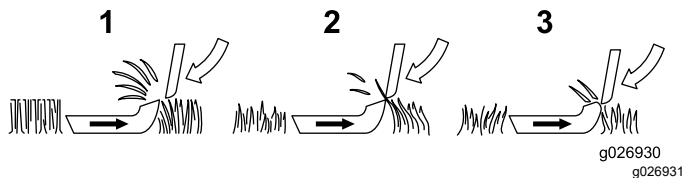

Bild 8
1. **Untermesser/Spindelkontakt (Bild 8):** Zwischen Untermesser und Spindel muss ein leichter Kontakt bestehen, um die Schnittkanten scharf zu halten und ein bestmögliches Mähergebnis zu erzielen. Wenn Schneideinheiten ohne leichten Kontakt eingesetzt werden, können schleifendes Material und Gras zwischen Untermesser und Spindel hindurchlaufen. Diese erodierende Wirkung macht das Untermesser und die Schnittkanten der Spindel stumpf, was zu einer schlechten Schnittqualität führt. Wenn die Schnittkanten stumpf sind, müssen Untermesser und Spindel geläpft werden. Übermäßig gerundete Schnittkanten erfordern möglicherweise, dass Untermesser und Spindel abgeschliffen und geläpft werden. Stumpfe Schnittkanten niemals ausgleichen, indem Sie durch Festziehen des Untermesser-Einstellhandrads stärkeren Kontakt herstellen, da dies zu einer ungleichmäßigen Abnutzung und Verziehen des Untermessers und der Spindel führt.